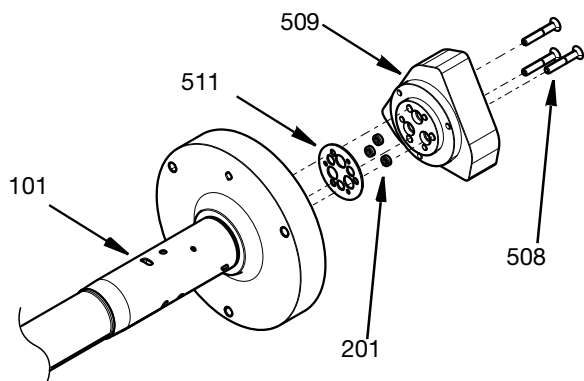

FIG. 27
7. Zamontować trzy pozostałe uszczelki prętów (201) w obudowie cylindra powietrznego (509), patrz **Zestaw narzędzi do zakładania i zdejmowania uszczelnień 25T489** na stronie 37 w odniesieniu do instalacji uszczelki prętów. Zamontować nową uszczelkę (511) i za pomocą trzech śrub M4 (508)
zamocować obudowę cylindra powietrznego do korpusu głównego (101) z momentem obrotowym 29,2 in-lb (3,3 N•m). Patrz FIG. 27.